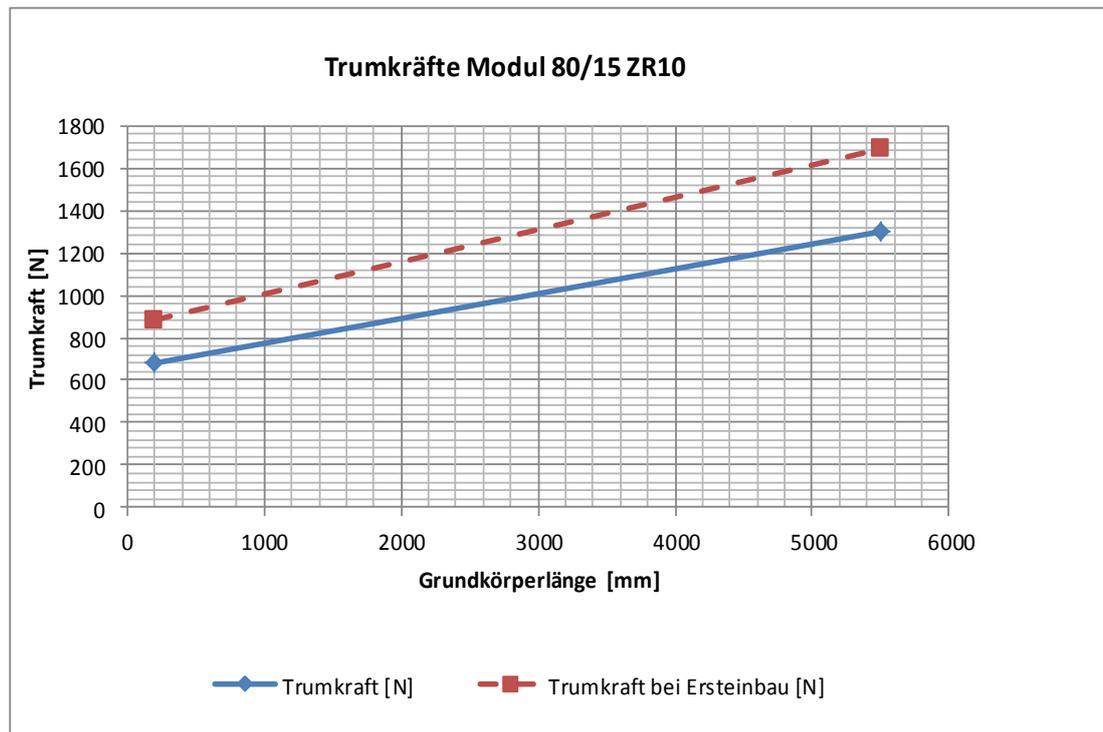

Abbildung 14: Diagramm 5
Solltrumkraft	Gemäß Grundkörperlänge im Diagramm 5 (siehe Abbildung 14, Seite 16).
- (5) Vergleichen Sie die Trumkräfte mit Diagramm 5 (siehe *Abbildung 14, Seite 16*).